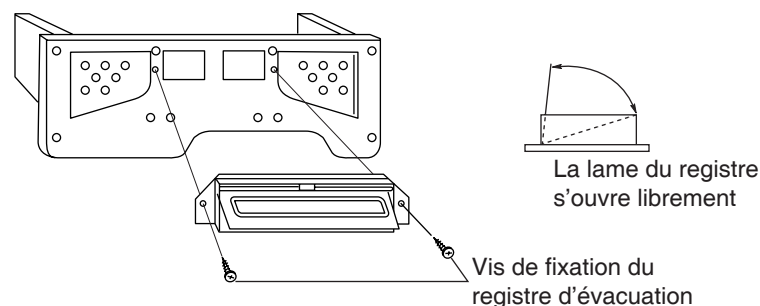
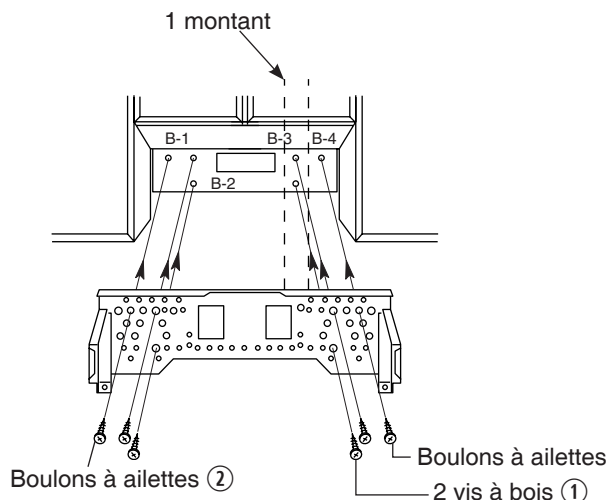

Fig. 3-1
Fig. 3-3
Vérifier que la lame du registre s'ouvre librement et entièrement de la manière indiquée. (Fig. 3-1)
2. Centrer le support ⑩ contre le mur et l'armoire du haut.
3. Percer des trous. (Fig. 3-1 ou Fig. 3-3)